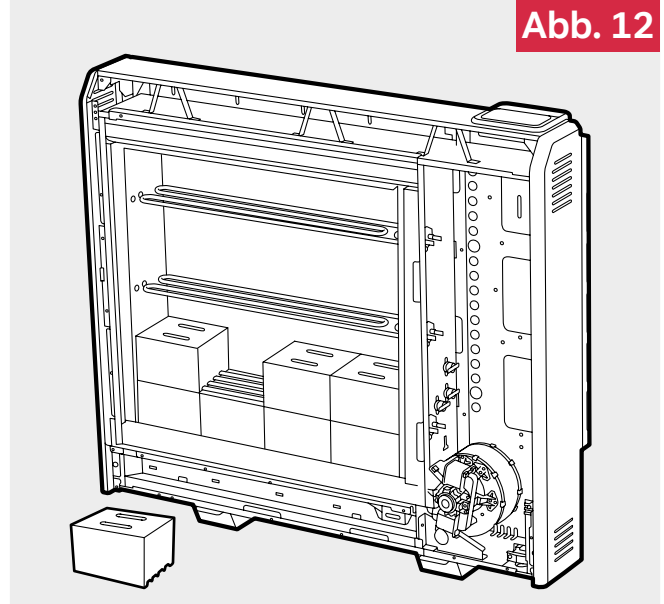

Abb. 13
- 15.** Denken Sie daran, dass die oberste Reihe der Speichersteine mit der Unterseite nach oben eingebaut werden muss. (**Abb. 13**)